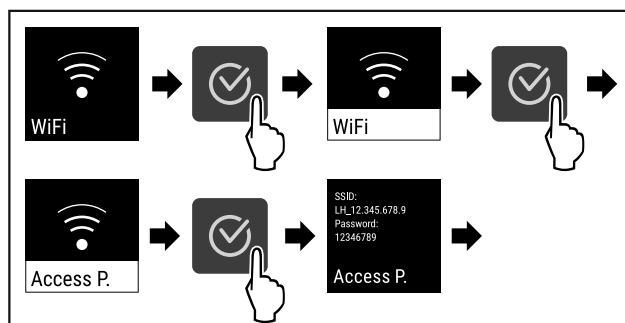

Fig. 85
- ▶ Wykonać czynności (patrz Fig. 85).